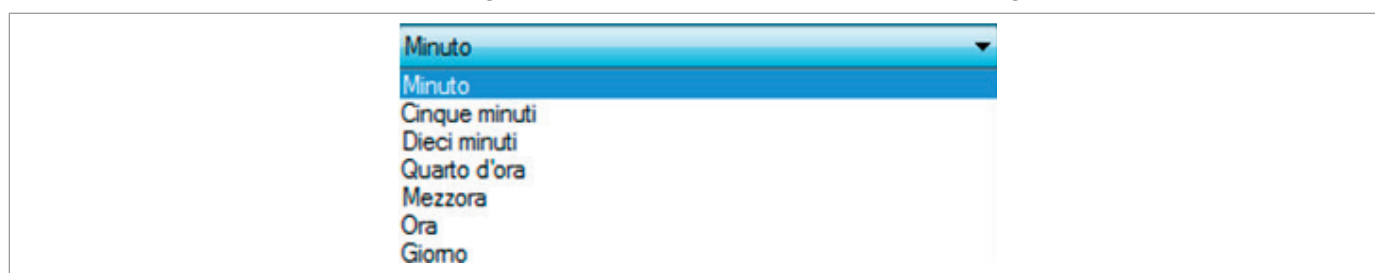

Fig. 8.84. Frecuencia di storicizzazione (Frecuencia de historicización)
- Frecuencia di storicizzazione (Frecuencia de historicización): Establece con qué frecuencia se guardan las muestras en el archivo de historial. Hay que elegir entre las opciones que se muestran en la fig. 8.84: